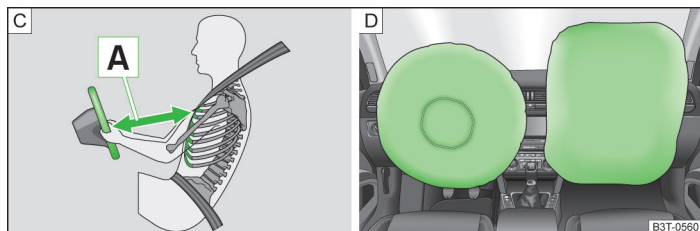

Fig. 155 Distance de sécurité par rapport au volant / airbags gonflés au gaz
Si les airbags se déclenchent, ils se déploient devant le conducteur et le passager avant » fig. 155 – [B]. Lorsque les personnes à l'avant plongent dans les airbags gonflés à bloc, leur mouvement vers l'avant est amorti, ce qui réduit les risques de blessures de la tête et du buste.
- Il est important que le conducteur et le passager avant se tiennent à une distance minimum de 25 cm du volant et du tableau de bord [A] » fig. 155. Les airbags ne peuvent pas vous protéger si vous êtes plus près - danger mortel ! Les sièges avant et les appuie-tête doivent en outre toujours être ajustés en fonction de la taille des personnes.